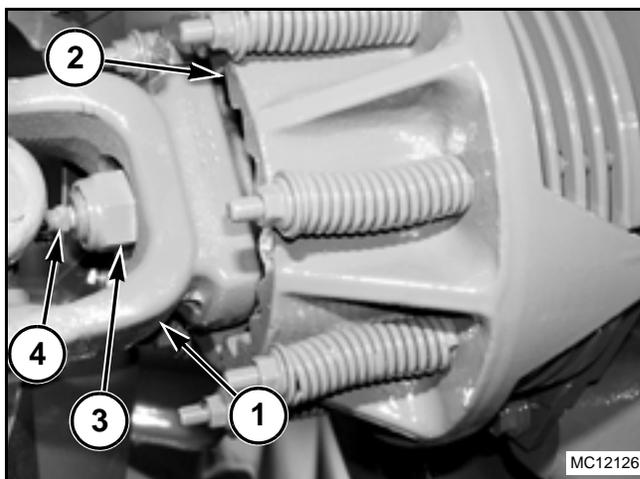

FIG. 90
FIG. 90: Instale la horquilla con trinquetes (1) en el embrague de sobremarcha (2). Instale la tuerca (3) que sujeta la horquilla con trinquetes al embrague de sobremarcha.